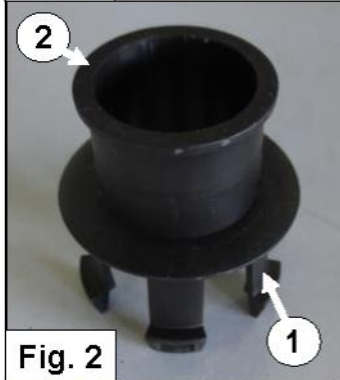

Fig. 2
2. Si nécessaire: Enlevez les bouchons en plastique 1 & 2 du bras de suspension. Voir fig. 2.